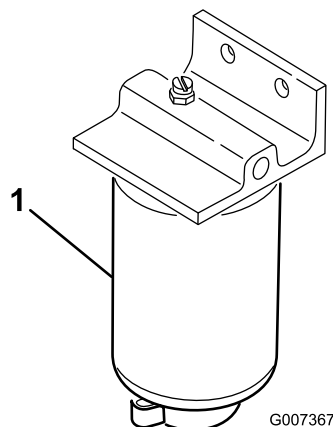

Figura 45
1. Coloque um recipiente limpo debaixo do filtro de combustível (Figura 45).
2. Limpe a zona de montagem do recipiente do filtro (Figura 45).